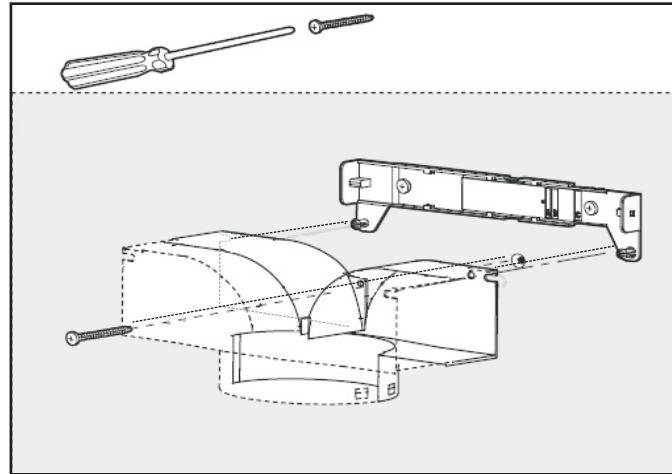

Fig.7
- Fijar en la pared la derivación de plástico, justo por debajo del soporte de la chimenea telescópica decorativa (**Fig.7**). Los dos “pins” de posición del soporte, deben encajar con los agujeros de la derivación de plástico.